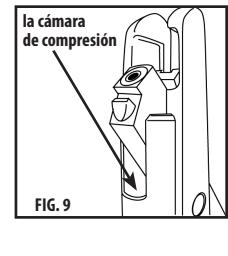

FIG. 9
- a. Aplique una gota de RMCOIL de Crosman (disponible en crosmans.com) en la cámara de compresión (Fig. 9).